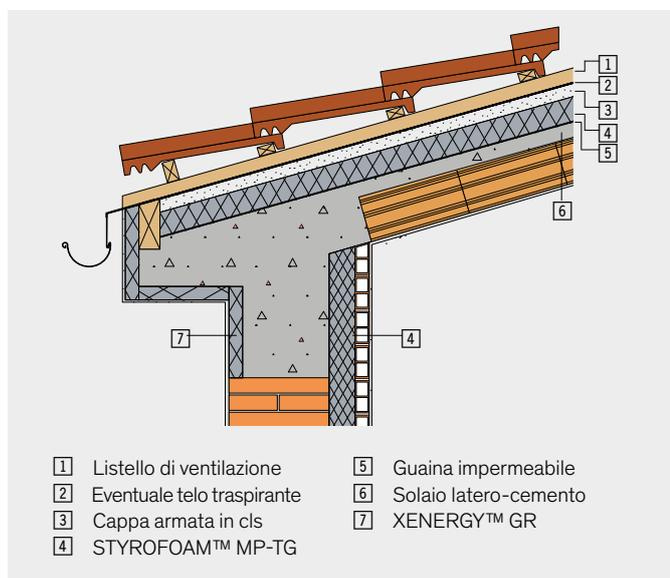
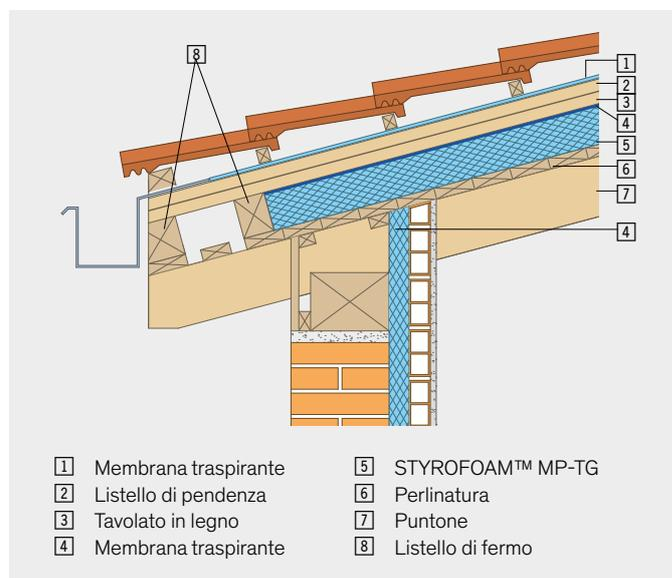

Figura 02
Figura 03
(figura 02) che su strutture in legno (figura 03 e 04). Sempre consigliabile la verifica igrometrica sulla muratura. Le lastre di XENERGY™ SL, STYROFOAM™ MP-TG e ROOFMATE™ LG uniscono all'eccellente potere termoisolante i seguenti vantaggi:
- possibilità della realizzazione del massetto sovrastante le lastre di XENERGY™ SL e STYROFOAM™ MP-TG senza strati separatori in strutture in laterocemento (figura 02).